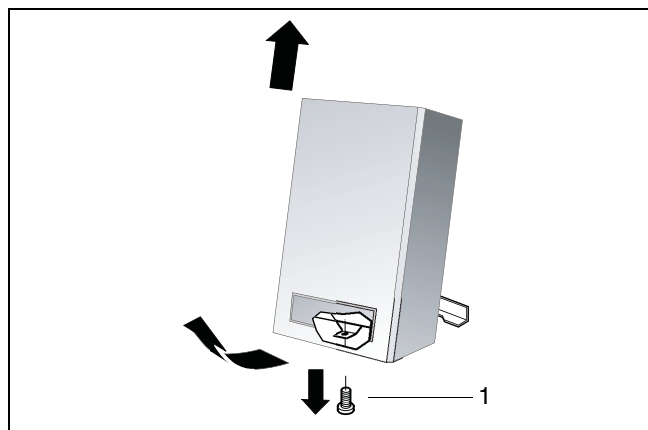

fig. 4 Fjernelse af kappe
- Skruen i kappen løsnes (fig. 4, pos. 1).